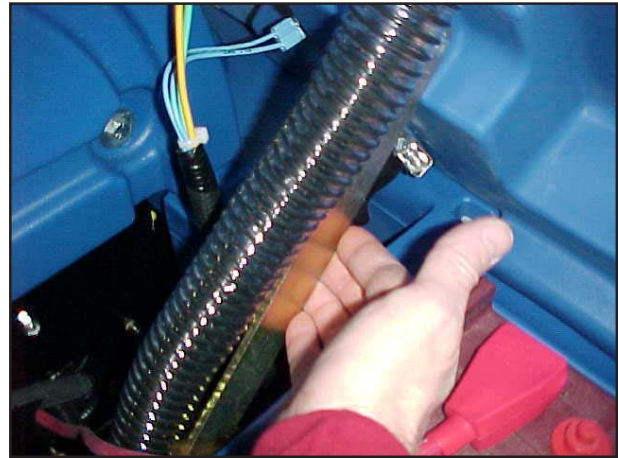

Figure 8
2. Avant de recharger les batteries, le compartiment des batteries doit être ventilé. Pour aérer le compartiment, relevez le réservoir de récupération jusqu'à ce qu'il se verrouille en position ouverte (Cf. figure 8). Pour refermer le réservoir, tirez le levier vers le haut puis abaissez lentement le réservoir jusqu'à ce qu'il se verrouille en position fermée.